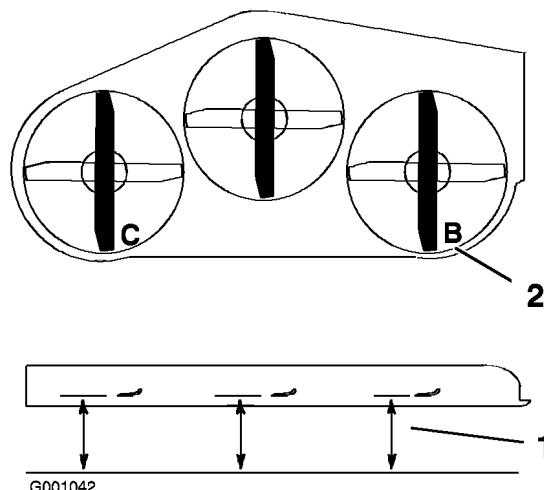

Figure 57
1. Tournez la lame droite dans le sens longitudinal (Figure 57).
2. Mesurez la distance au point B entre la surface plane et le tranchant de la pointe de la lame droite (Figure 57).
4. Tournez la lame gauche dans le sens longitudinal (Figure 57).
5. Mesurez la distance au point C entre la surface plane et le tranchant de la pointe de la lame gauche (Figure 57).